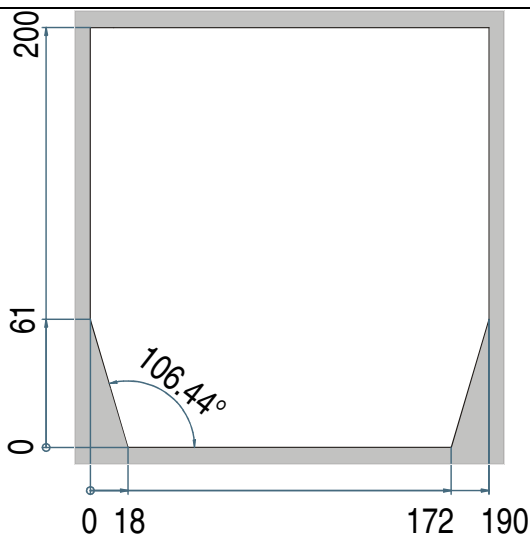

Bild 4
- Einen Tafelausschnitt vornehmen, wie in Bild 4 und Bild 5 beschrieben.